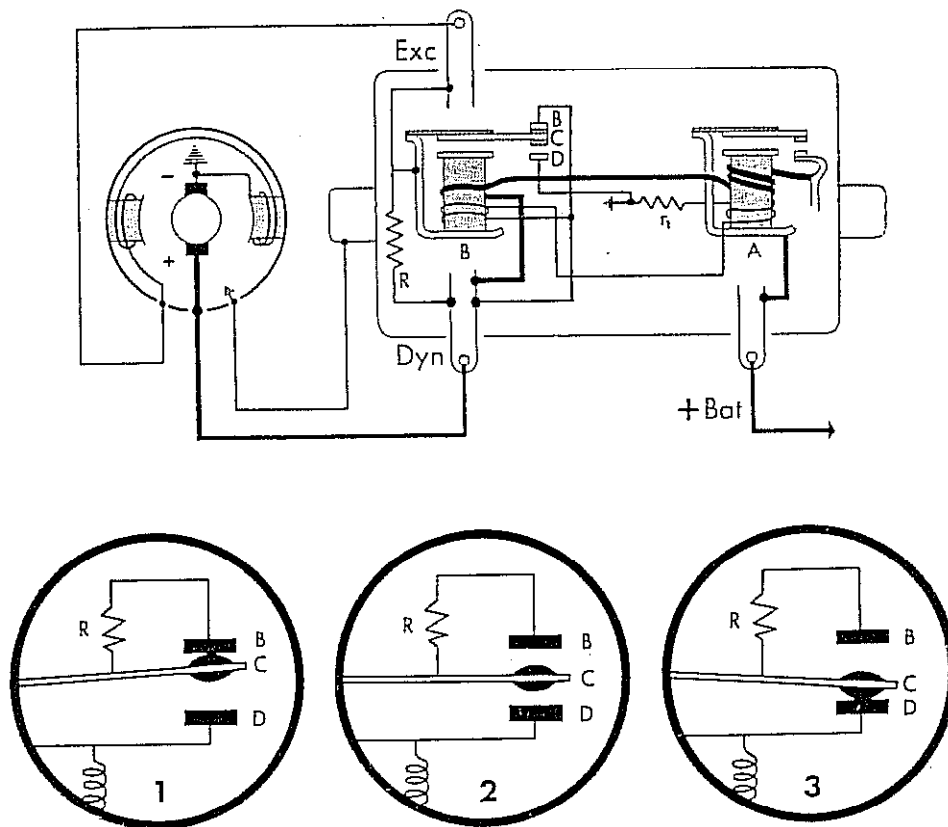

Fig. 161
FUNCIONAMIENTO DEL DISYUNTOR: Este elemento (A, Fig. 161), consta de un electroimán que mueve a una plaqueta móvil unida a un resorte de retroceso del tipo de lámina. Esta plaqueta posee un contacto que al apoyarse en otro contacto fijo establece el circuito entre generador y batería y al alejarse lo corta interrumpiendo el paso de corriente.
Si se observa la Fig. 161 se verá que el núcleo del disyuntor posee un bobinado de hilo fino con gran número de espiras colocado en derivación en el circuito y un bobinado de muy pocas vueltas y de hilo grueso conectado en serie en el circuito.
FUNCIONAMIENTO DEL ELEMENTO REGULADOR DE TENSION: El elemento regulador de tensión (B, Fig. 161), consta de un electroimán, que mueve una plaqueta móvil unida a un resorte de retroceso del tipo de lámina. La plaqueta mencionada posee un doble juego de contactos, empleados para dividir la regulación de la tensión en dos etapas.
Primera etapa de regulación. Cuando el generador comienza a funcionar, el resorte de lámina metálica, mantiene a la plaqueta (C) hacia arriba poniéndola en contacto con el contacto B (ver detalle 1, Fig. 161). De esta manera, la corriente que se suministra a los inductores del generador pasa a través de los contactos (B y C).